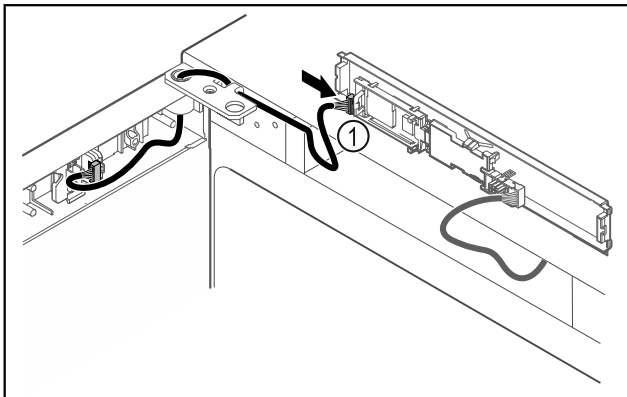

Fig. 42
- ▶ Stekker Fig. 42 (1) in printplaat steken.